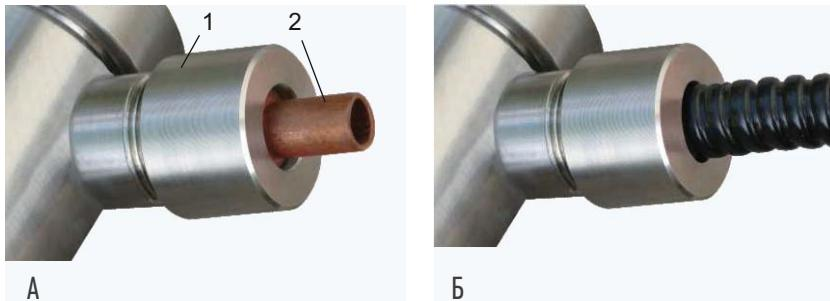

Рис. 3. Устройство крепления бронированного кабеля УКБК-15 для кабельного ввода "D12":
2) Устройство крепления бронированного кабеля "УКБК15" (рис. 3) для кабельного ввода D12. Устройство состоит из резьбовой конусной втулки 1 (которая устанавливается взамен втулки 3 по рис. 1А), конусной втулки 2 и резьбовой втулки 3. Фиксация брони кабеля осуществляется между втулками 1 и 2 при наворачивании втулки 3 по резьбе M24 на корпус кабельного ввода. Диаметр по броне - до 15 мм.